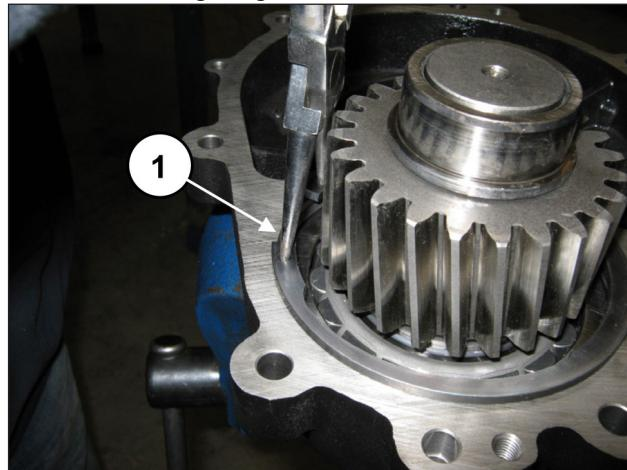

Abb. 88
Setzen Sie den Seegerring Ø120 ein (Pos. ①, Abb. 88).